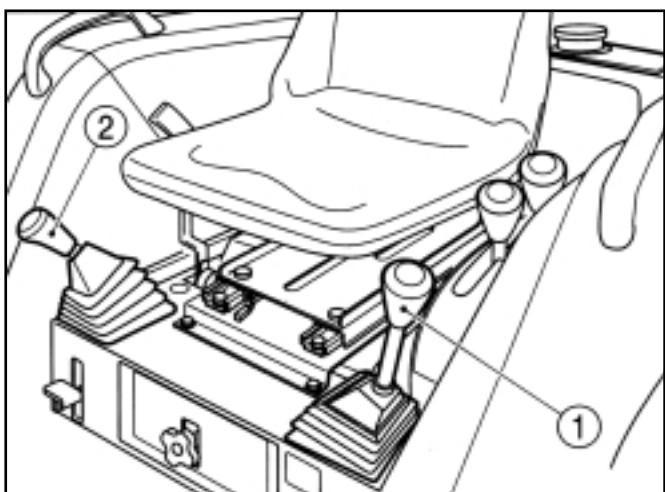

FIG. 25/ ABB. 25 / FIG. 25
Le levier de changement de gamme (illustré 1) dans la Fig. 25 est logé à l'avant gauche du siège. Ce levier vous donne le choix entre 4 groupes de vitesses, de très lente à maximale.
Le levier des changements de vitesse (2) illustré dans la Fig. 25 est logé à l'avant droit du siège. Ce levier vous donne un choix de 4 vitesses dans chaque groupe. La version HST n'est pas équipée de ce levier.
Der Wählbereichshebel (1) in Abb. 25 befindet sich vorn links neben dem Fahrersitz. Dieser Hebel wählt zwischen vier grundsätzlichen Ganggruppen von der ersten, über die zweite und dritte Ganggruppe bis zur vierten Ganggruppe, der Schnellganggruppe.
Der Ganghebel (2) in Abb. 25 ist vorn rechts neben dem Fahrersitz angeordnet. Dieser Hebel dient zum Umschalten zwischen den Übersetzungsbereichen oder Zwischengängen eines Wählbereichs. Er besitzt vier Gangpositionen. Die HST-Version ist nicht mit diesem Hebel ausgestattet.
De hendel voor de groepenschakeling (1) in Fig. 25 vindt u links vooraan de bestuurderszetel. Deze hendel laat u over vier hoofdversnellingen beschikken: van laagste groep naar tweede, derde en hoogste groep.
De versnellingshendel (2) in Fig. 25 vindt u rechts vooraan bij de bestuurderszetel. Deze hendel laat u beschikken over vier tussenversnellingen binnen elke groep: van eerste tot vierde versnelling. Het HST-model is niet uitgerust met deze hendel.